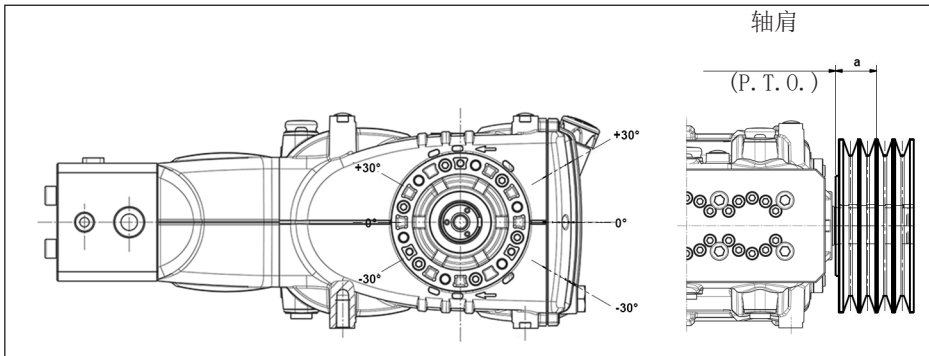

图11
泵轴上的径向载荷不能超过4500 N（布局定义所必须的数值）。只有该载荷作用在距离轴肩（P. T. O.）的一段最大长度 $a=50$ mm时，传动才被视为适当，见图11。
b) 使用高效能皮带 - 例如XPB而不是SPB - 同样的功率传递, 使用的皮带数量会相对少, 继而相对轴肩 (P. T. O.) 的距离(图11的“a”)也会减少。
- e) 按照图11指出的方向张紧皮带, 其他需求请联系技术部或客户服务部。